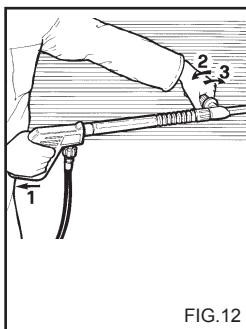
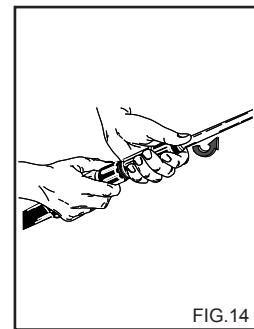

FIG.12
FIG.14
BRUK AV DUBBELT MUNSTYCKET ELLER STÄLLBARTMUNSTYCKSHUVUD. (fig. 12)
2) Avlägsna förlängningen från handtaget och sätt i det dubbla sprutröret eller sprutröret med det reglerbara huvudet (fig.14). Sätt på rengöringsmaskinen, aktivera rengöringsmedlets suganordning på sprutröret (fig. 12, 13) och fördela det på ytan som ska tvättas nerifrån och upp.